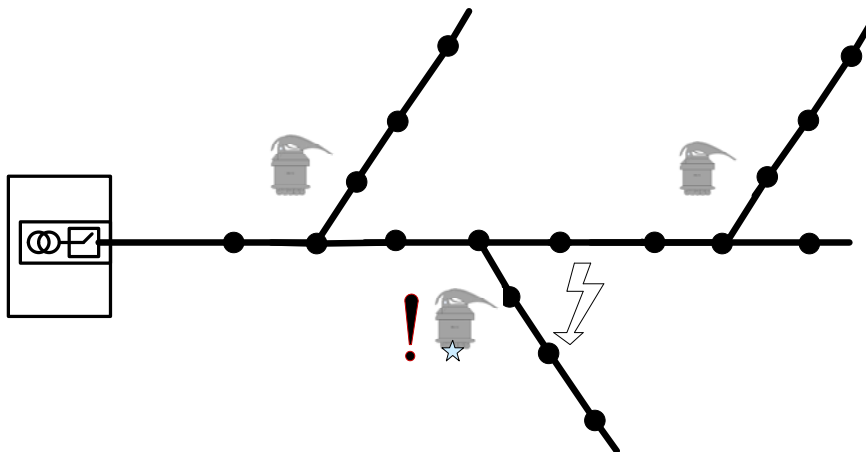

Рисунок 10 – Установка комплектов на линии с коротким стволом
- на линии с коротким стволом и длинными ответвлениями комплекты устанавливаются на ответвлениях вблизи мест разветвления, на ближайших к месту разветвления промежуточных опорах (Рисунок 10);